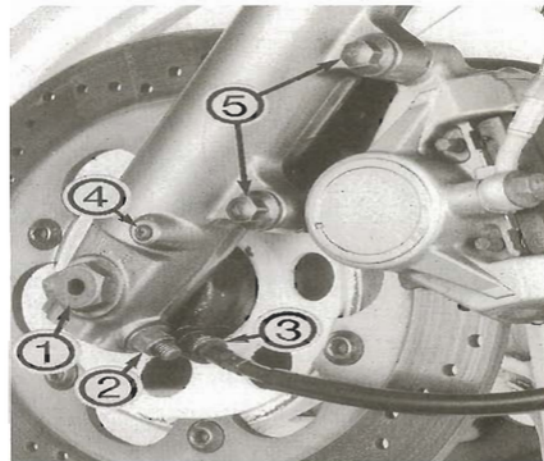

Bild 53
- Auffanggefäß unter Ablass-Schraube ④ Bild 53 stellen und Schraube ausdrehen. Auf Verbleib der Dichtscheibe achten!
- Schraube ② mit einwandfreiem O-Ring eindrehen (20 Nm) und Klemmschraube ④ eindrehen (23 Nm). Abdeckung anbringen.